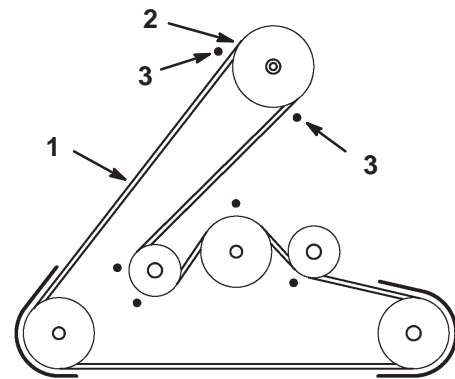

Bild 5
3. Bringen Sie den Schneidwerkriemen an der unteren Motorriemenscheibe an (Bild 5). Wenn Sie vorsichtig vorgehen, können Sie die Riemenführung(en) gerade so weit von der Riemenscheibe wegziehen, dass der Riemen aufgezogen werden kann. Lockern Sie, wenn es zu schwierig ist, den Riemen anzubringen, die Schrauben und Muttern, mit denen die Riemenführungen befestigt sind.